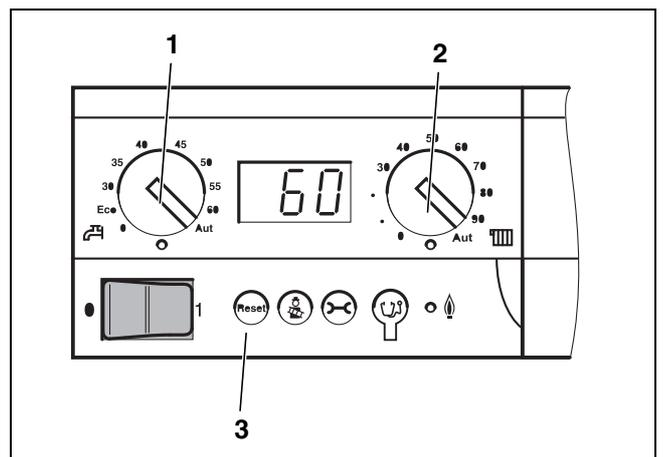

Bild 16 Basiscontroller Logamatic BC10
Da der Brenner werkseitig im Störungszustand ausgeliefert wird, müssen Sie den Brenner vor der ersten Inbetriebnahme entstören, indem Sie die Reset-Taste (→ Bild 16, [3], Seite 11) drücken. Oder drücken Sie den Entstörtaster am SAFe 30 (wie folgt beschrieben).
Da der Brenner werkseitig im Störungszustand ausgeliefert wird, müssen Sie den Brenner vor der ersten Inbetriebnahme entstören, indem Sie die Reset-Taste am BC10 (→ Bild 16, [3]) drücken. Oder drücken Sie den Entstörtaster am Feuerungsautomat (wie folgt beschrieben).
- ▶ Drehknopf „maximale Kesseltemperatur“ (→ Bild 16, [2]) und Drehknopf „Warmwasser-Sollwert“ (→ Bild 16, [1]) auf „Aut“ stellen.